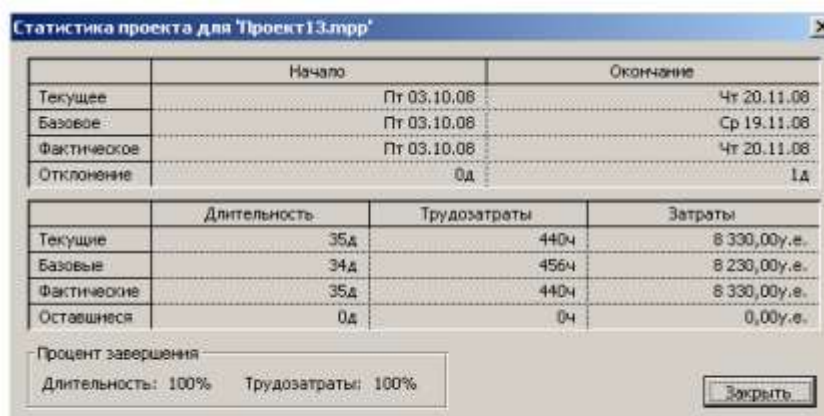

Рис. 66. Диалог (Статистика проекта для «Мой первый проект13.mpr»)
- Нажмите кнопку (Статистика) в этом диалоге. На экране появится диалог (Статистика проекта для «Мой первый проект13.mpr») (рис. 66).